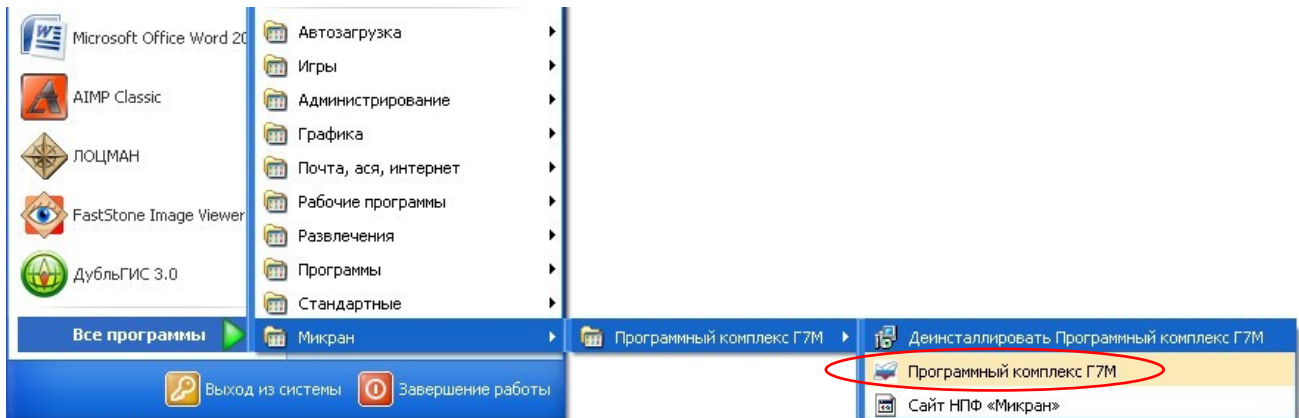
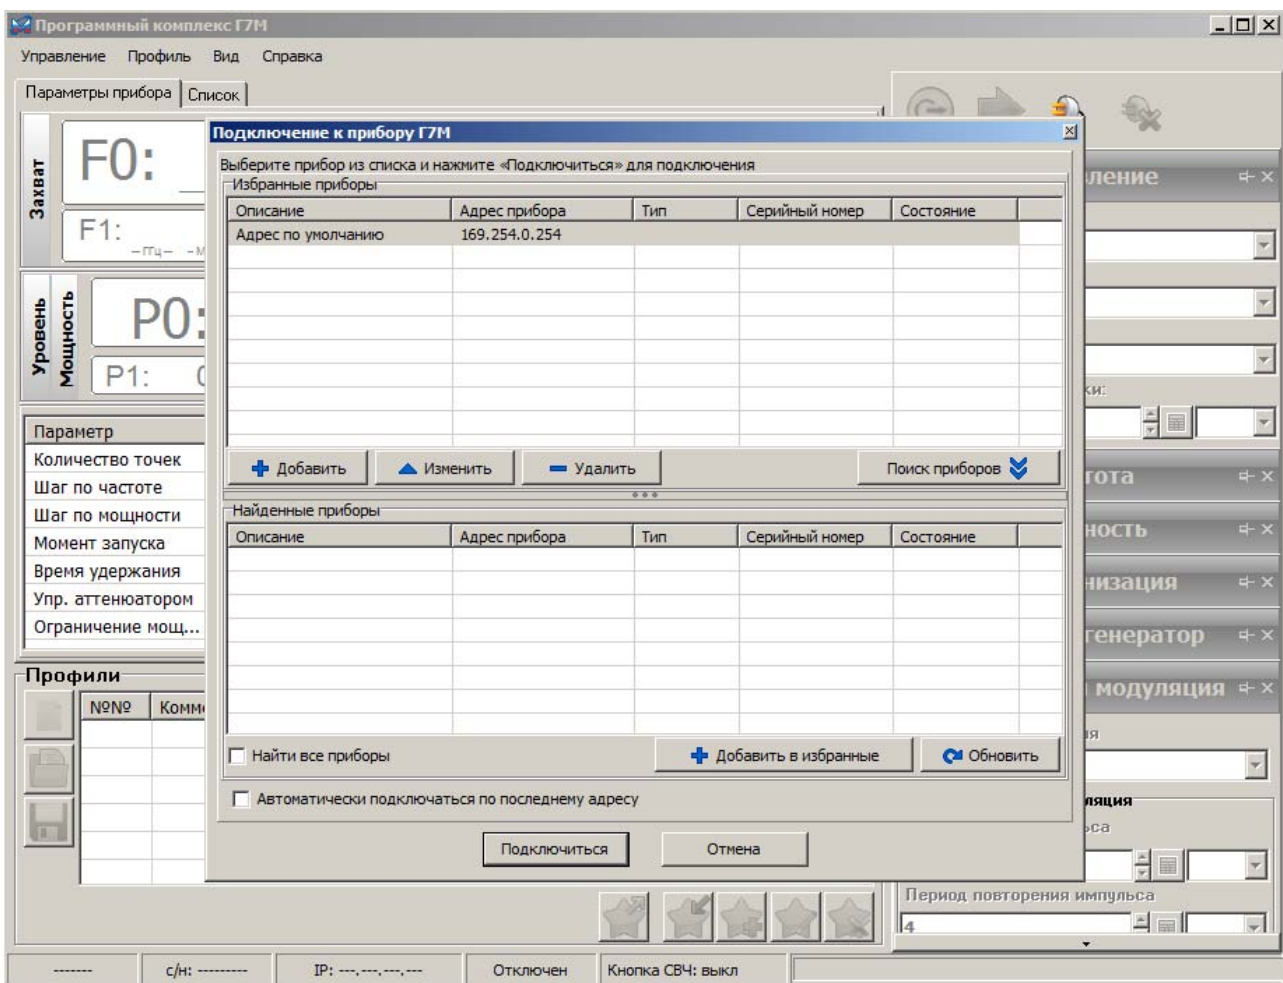

Рисунок 5.1 – Старт ПО
Рисунок 5.2 – Внешний вид ПО
- и) запустить ПО, воспользовавшись ярлыком в меню «Пуск» (рисунок 5.1), в результате запустится «Программный комплекс Г7М», с открытым окном «Подключение к прибору Г7М» (рисунок 5.2);
читься», в результате запустится диалог подключения к прибору (рисунок 5.2);